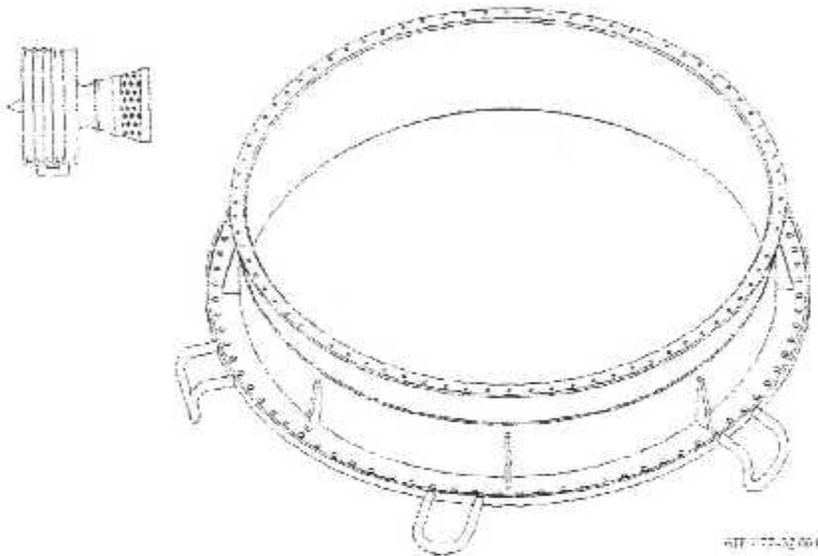
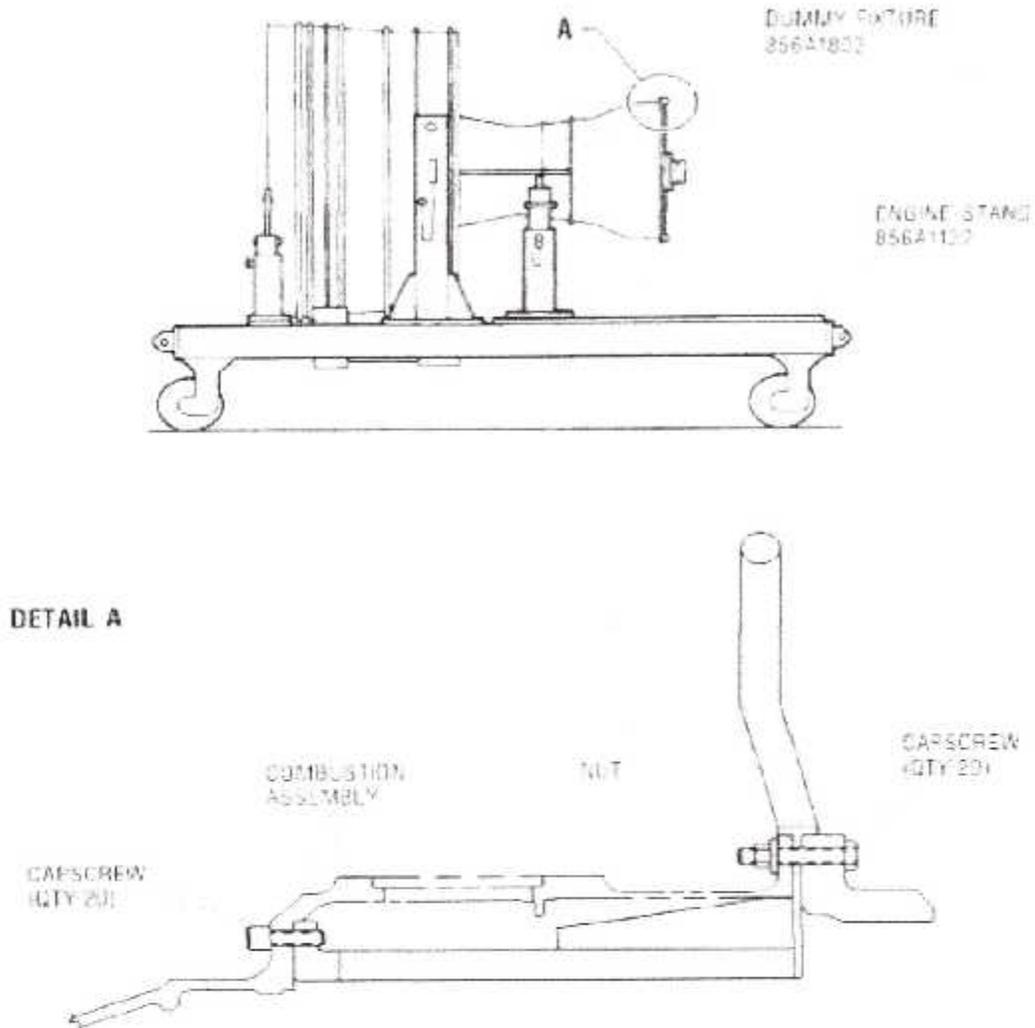

Fig. III. 48 :Dispositif de Protection, 856A1802G02.
Fig. III. 49: Installation du Dispositif de Protection. Sur le Stator HPT.
2. On installe le **Dispositif de Protection .856A1802G02.** (fig. III. 48) sur le carter de l'ensemble combustion (fig. III. 49) avant qu'on tourne le Major Core Module en position verticale.